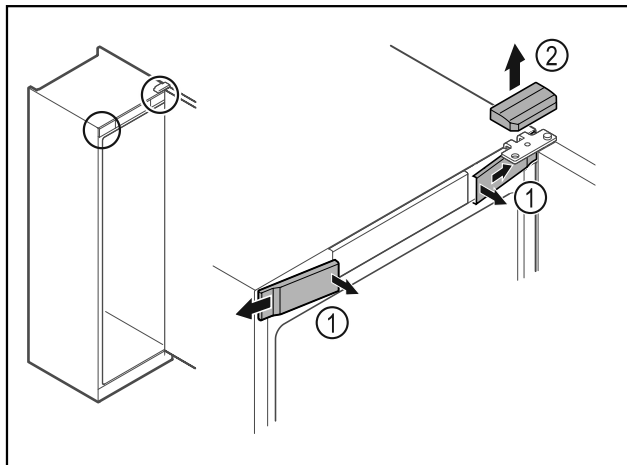

Fig. 8*
- ▶ Передние крышки Fig. 8 (1) освободите от фиксации с внутренней стороны и отведите в сторону.*
- ▶ Движением вверх снимите верхнюю крышку Fig. 8 (2).*